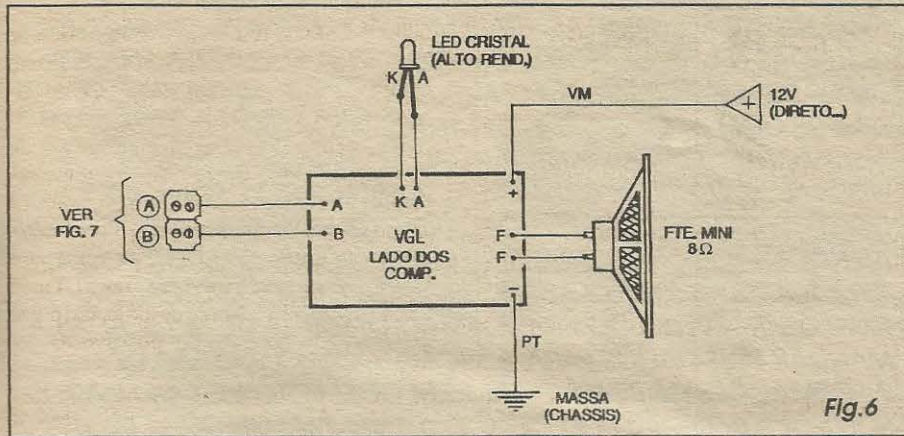

Fig. 6
- FIG. 6 - CONEXÕES EXTERNAS À PLACA - Vemos a plaquinha ainda pela sua face não cobreada, enfatizando-se as ligações *do impresso para fora*... Embora fáceis, tais conexões exigem também atenção e cuidado, nas suas identificações, polaridades, etc. O LED deve ter seus terminais de **anodo (A)** e **catodo (K)** ligados respectivamente aos pontos **A** e **K** do impresso, através de um par de fios finos